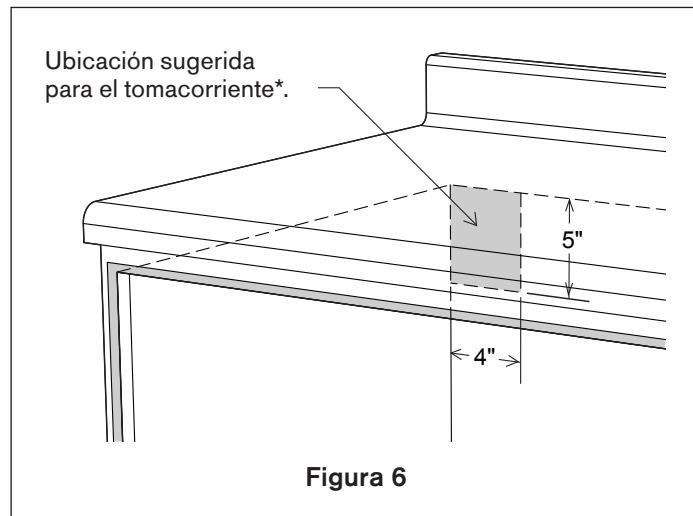

Figura 6
- Deben utilizarse las dimensiones que se muestran en la figura 3 (instalación estándar) o en la figura 4 (instalación empotrada). Las dimensiones indicadas proporcionan un espacio libre mínimo. Ubica el tomacorriente en el área sombreada en la esquina superior izquierda del recorte. Consulta la Figura 6.